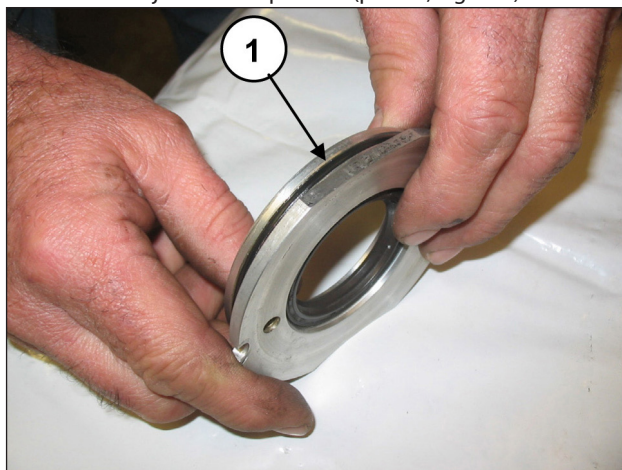
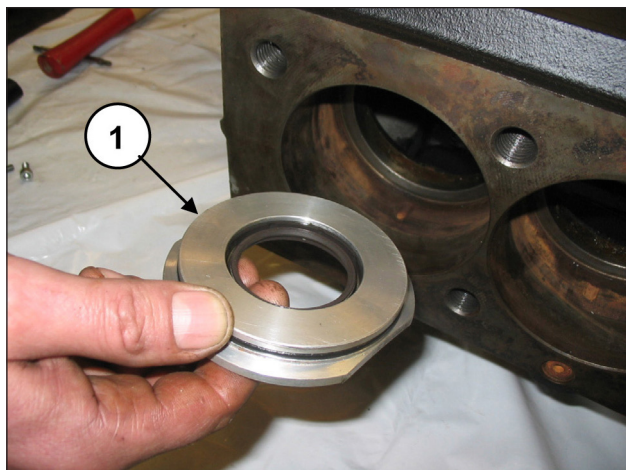

Fig. 158
Fig. 159
Colocar la junta tórica (pos. ①, Fig. 158) en el alojamiento de la tapa de retención e introducir el grupo montado dentro del cárter en el alojamiento específico (pos. ①, Fig. 159).